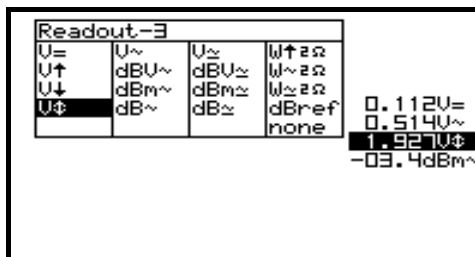

Fig 19
6. A l'aide des touches curseur choisissez la fonction désirée pour l'appareil numéro 3. (fig. 19)